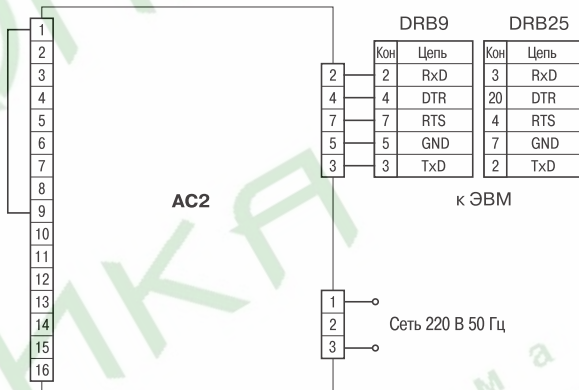

Рис. 3
7.2.2. Если при запуске программы на ЭВМ в правом нижнем углу экрана выдается сообщение об ошибке, то необходимо проверить правильность подключения линий связи. Для этого последовательно выполните следующие действия. Отключите от первого канала прибор и установите вместо него перемычку между клеммами 1 и 9 (рис. 3).